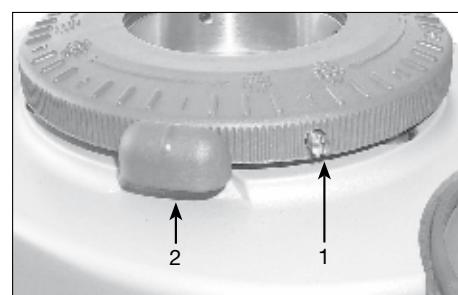

Fig. 2 - Montaggio errato
7. Infine, inserire la ghiera di regolazione facendo attenzione che la vite di bloccaggio della tramoggia si trovi in anticipo, in senso antiorario, rispetto al perno di arresto macine, così come rappresentato in figura 1. In fig.2 è mostrato, invece, un errato inserimento della ghiera di regolazione: la vite di bloccaggio tramoggia (**1**) si trova dopo il perno di arresto macine (**2**). E' di fondamentale importanza far notare che in questo caso la vite di bloccaggio tramoggia non consentirà lo scavalcamiento del perno di arresto macine in fase di apertura delle macine stesse per cui, trovandosi le macine già a contatto, risulterà impossibile raggiungere la giusta granulometria del macinato ed il caffè non scenderà dal beccuccio o scenderà a gocce.